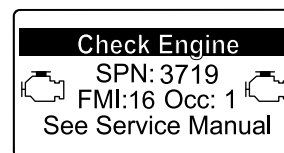

Рисунок 40
- Предупреждение о двигателе SPN 3720, FMI 16 (Рисунок 40)